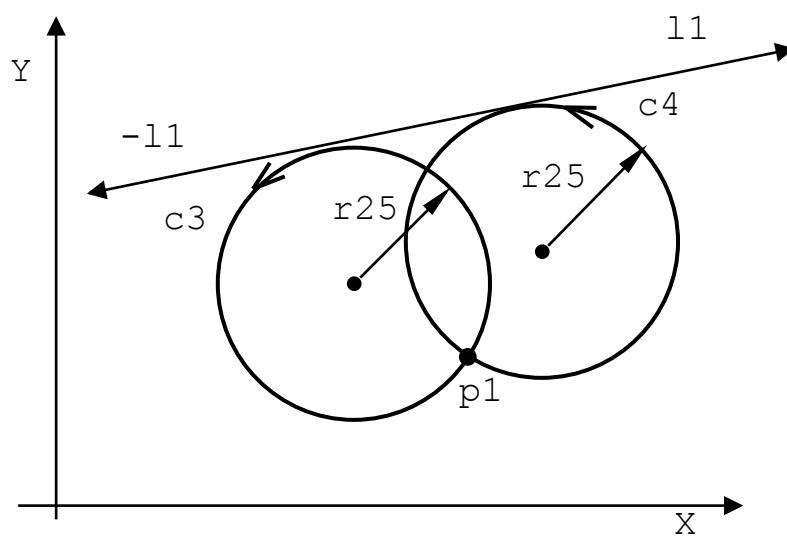

Рисунок 2.89
- окружность с данным радиусом, проходящая через предопределённую точку, и касательная к предопределённой линии (рисунок 2.89):